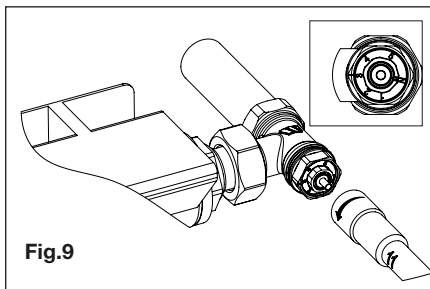

Fig.9
- Aprire sino alla posizione desiderata facendo corrispondere il numero alla tacca di riferimento (Fig.9);